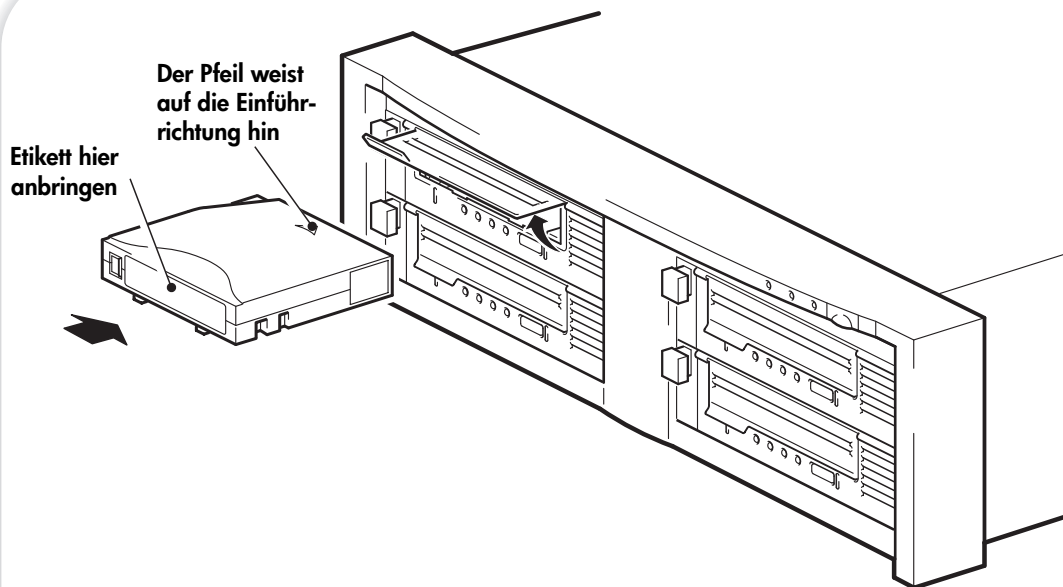

Abbildung 6a: Einlegen einer Kassette
- 1 Heben Sie die Laufwerksklappe an, und legen Sie die Kassette in den Einschub an der Vorderseite des Laufwerks so ein, dass der weiße Pfeil nach oben und zur Laufwerksöffnung zeigt. Drücken Sie vorsichtig auf die Rückseite der Kassette, bis die Kassette vom Laufwerk aufgenommen wird. (Siehe Abbildung 6a.)